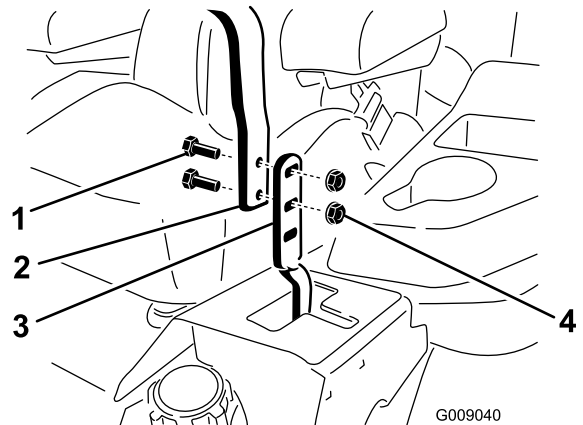

Рисунок 62
- Ослабте болти та фланцеві гайки, встановлені в важелі (Рисунок 62).